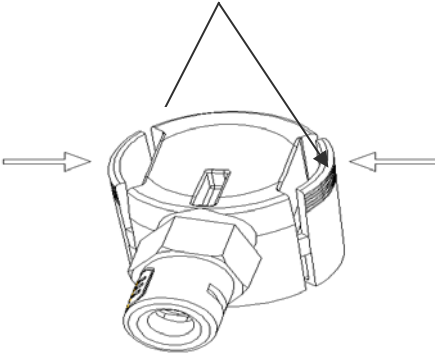

Figuur 7
1. Verwijder de adapter van het onder druk staand biervat. (Figuur 7)